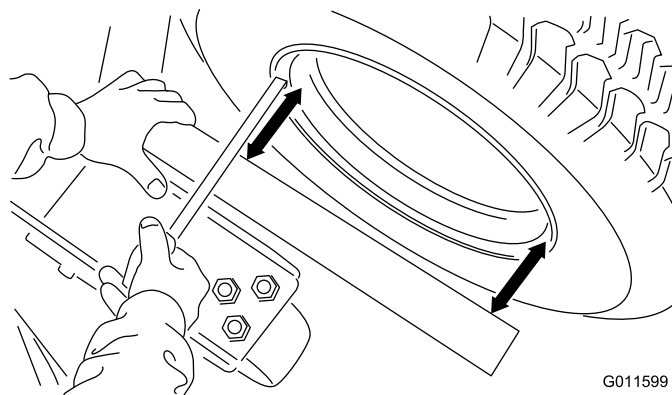

Figura 7
2. Parafusos de montagem, anilhas e porcas de bloqueio (8)
- B. Coloque um quadrado ou uma régua contra a soldadura da plataforma que contém a montagem da forquilha da roda giratória (Figura 7). Não utilize a própria forquilha da roda giratória.
- C. Meça a partir da parte interior do rebordo não a partir da extremidade exterior do rebordo) em ângulo recto em dois locais como indicado em Figura 7. As irregularidades do rebordo e da tinta tornam a extremidade exterior um ponto de medição não fiável. Estas duas medições devem ser iguais, dentro de uma tolerância de 3 mm.